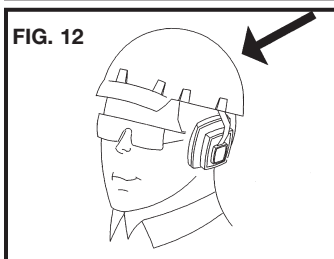

FIG. 12
19. **O operador e as pessoas ao redor devem usar capacete para se protegerem contra possíveis ferimentos.** Fig. 12.